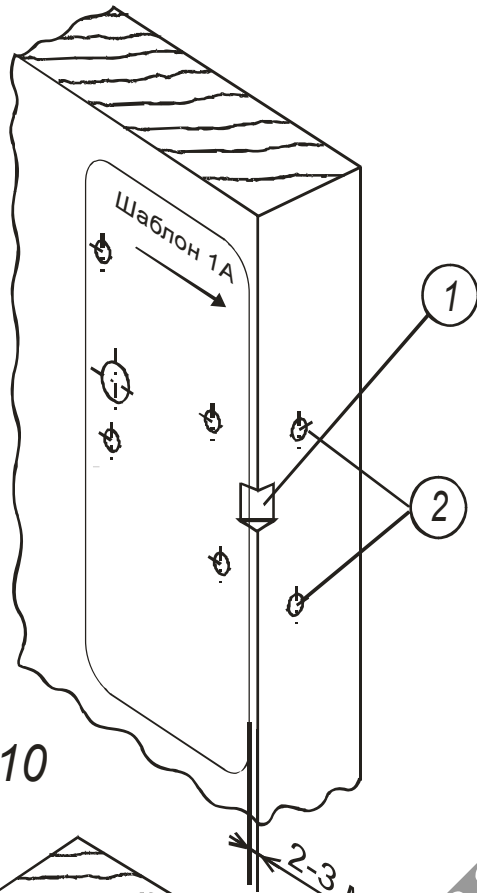

Рис. 10
**6.1.2.** Приложите шаблон А с внутренней стороны двери так, чтобы стрелка на шаблоне указывала на край двери и шаблон находился на расстоянии 2...3 мм от края двери (рис. 10). Выполните разметку отверстий по шаблону.
**6.1.3.** В районе заштрихованного сектора снимите фаску (рис. 10, позиция 1), для хода ригеля (рис. 12).
**6.1.5.** В торце двери на уровне выполненных отверстий 2, 3 высверлите два отверстия диаметром 10 мм на глубину 30 - 40 мм (рис. 10, позиция 2 и рис. 16, позиция 1).